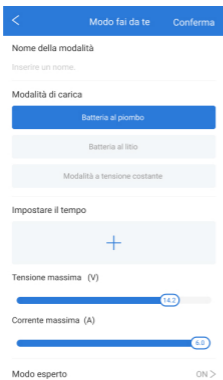

Figura 3.3.2
3. Tocca Aggiungi modalità, vedrai la seguente schermata. Qui puoi scegliere il tipo di batteria, riservare il tempo di ricarica e regolare la tensione e la corrente di carica massime. (Vedi figura 3.3.2)